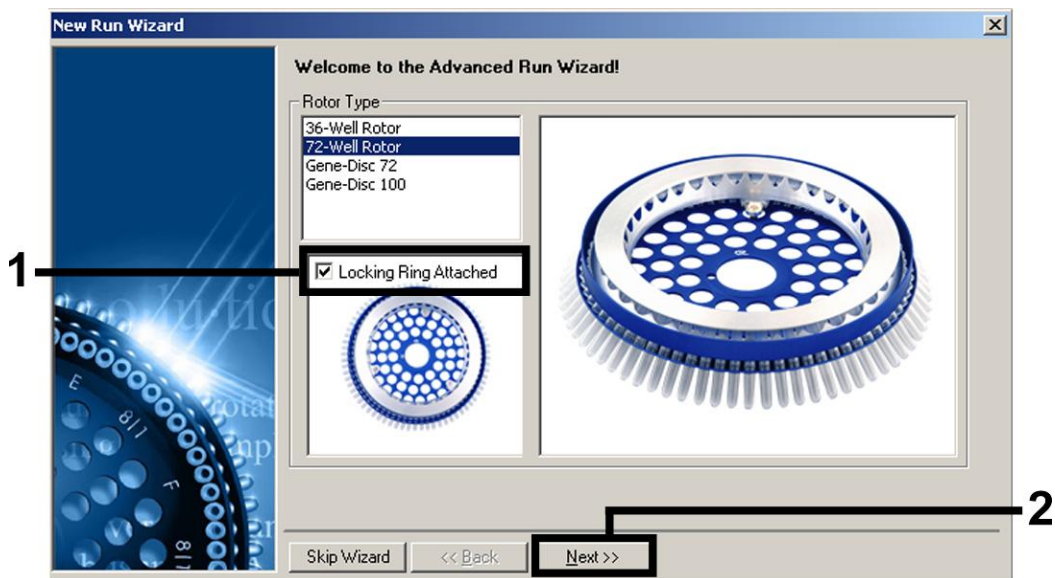

Figura 1. Cuadro de diálogo "New Run Wizard".
- Abra el cuadro de diálogo "New Run Wizard" (asistente para nuevo ciclo) (figura 1). Marque la casilla "Locking Ring Attached" (anillo de bloqueo acoplado) y haga clic en "Next" (siguiente).